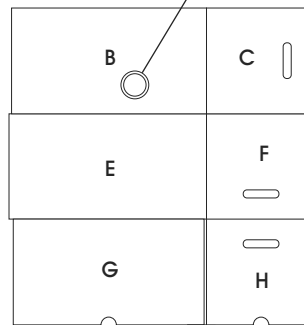

Figure 1
1. Placez la boîte de manière à ce que le cachet d'authentification soit à l'envers et orienté vers l'extérieur. (Voir Figure 1)